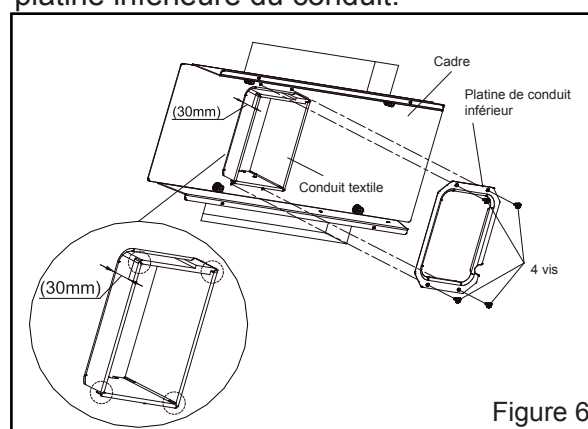

Figure 6
6. Placer le conduit textile d'air dans l'ouverture du sous-assemblage du plateau d'installation et couper les quatre coins du conduit d'air. Étant donné que l'épaisseur du dessus du véhicule est différente, la distance entre l'ouverture et le sous-assemblage du plateau d'installation apparaît sur la figure 6.
7. Fixer chaque côté du conduit en tissu sur la platine inférieure du conduit au cadre de l'unité de plafond avec 4 vis (voir Figure 6). Tailler tout excès de tissu qui pourrait dépasser de la platine inférieure du conduit.